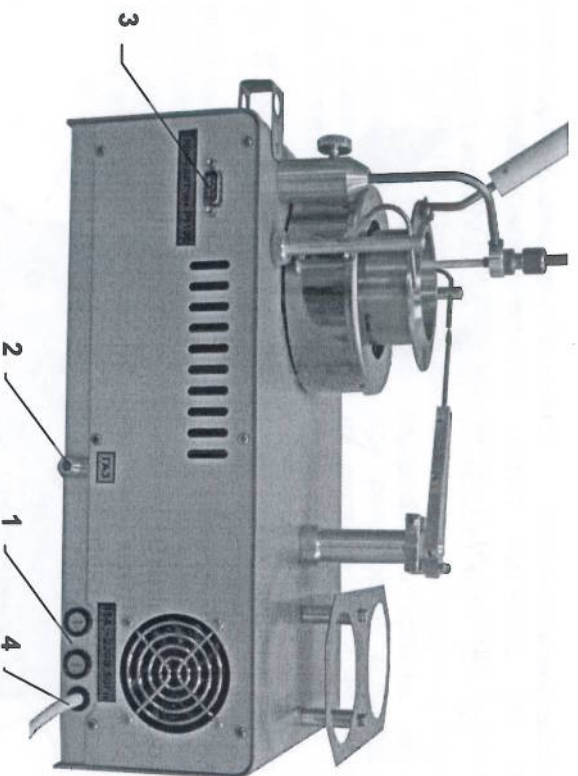

Рис. 3. Аппарат ТВО-ЛАБ-01. Задняя панель.
На задней панели аппарата (см. рис. 3) расположены сетевые предохранители (1), штуцер для подсоединения к источнику газа (2), разъем для подключения датчика температуры (3) и вывод кабеля электропитания (4).